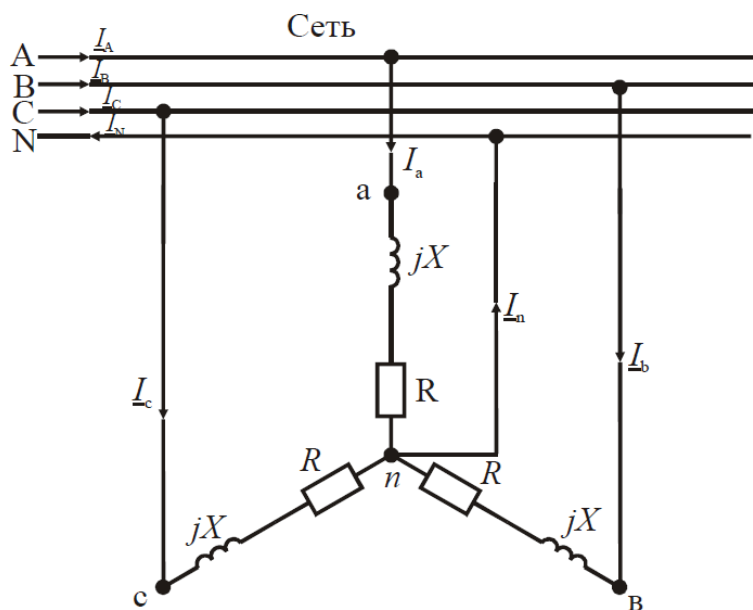

Рис. 4
**Задача 5.** В трехфазную четырехпроводную сеть с линейным напряжением  $U = 380$  В включены по схеме звезда осветительные лампы ДРЛ с параметрами  $R, X$  в каждой фазе. Параметры  $R, X$ , приведены в таблице 5. Электрическая схема замещения показана на рис. 4. Определить фазные токи потребителей. Построить в масштабе векторную диаграмму